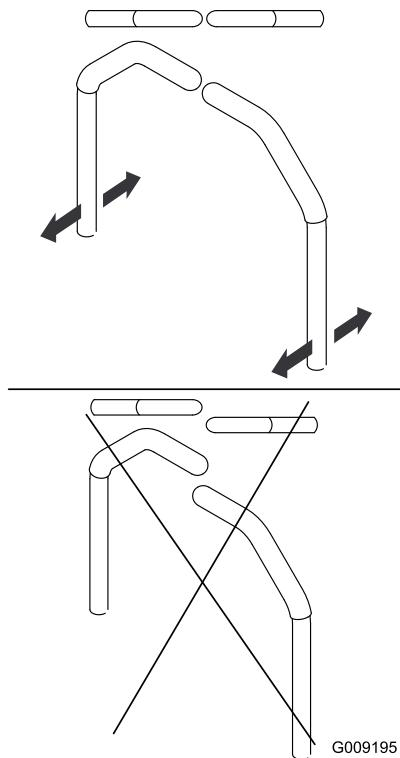

Рисунок 47
9. Вирівняйте важелі в положенні спереду на зад, поєднавши важелі разом у НЕЙТРАЛЬНОМУ положенні, та посунувши їх, доки вони не вирівняються, потім затягніть болти (Рисунок 47).